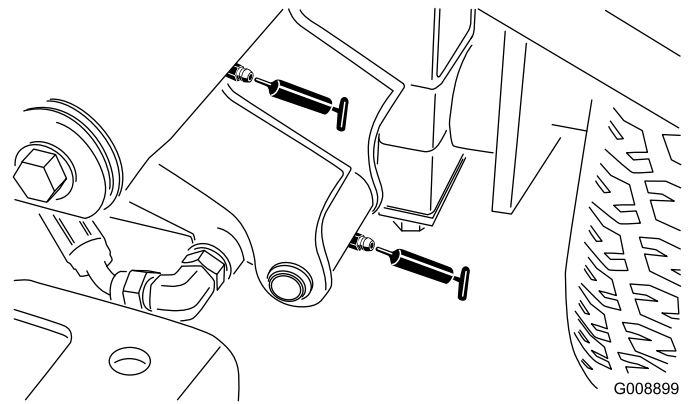

Figura 33
- Perno del braccio di sollevamento sinistro anteriore e cilindro di sollevamento (2) (Figura 33)